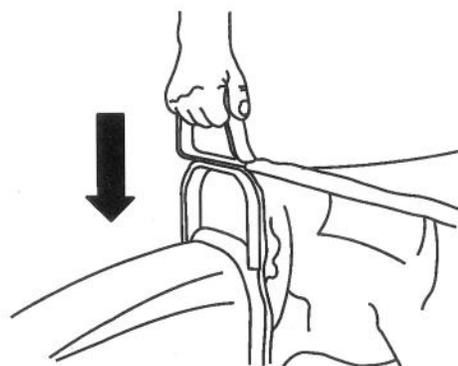

Figure 42
11. Saisir la poignée du sac et la glisser sur le collet de la chute d'herbe (Fig. 42). Pousser la poignée vers le bas jusqu'à ce qu'elle soit correctement installée.